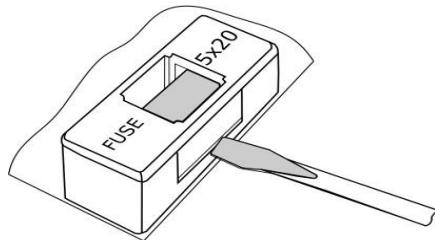

Abbildung 9: Auswechseln der Netzsicherung
- An der Unterseite des Bedienfelds befindet sich ein Anschluss zum Einsetzen einer microSD-Karte. Setzen Sie die Karte wie in Abbildung 9 ein.